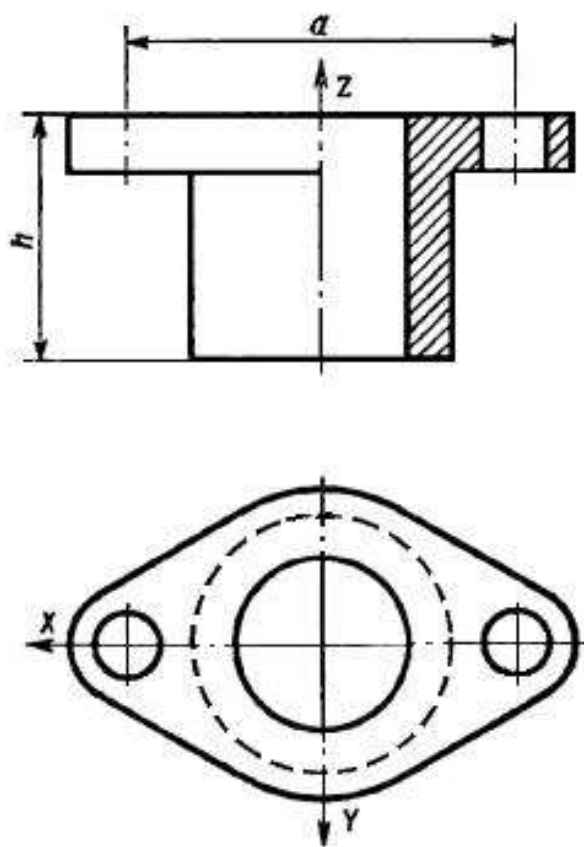

Рисунок 6. Чертёж крышки сальника.
**Последовательность построений**, которые необходимо выполнить для получения прямоугольной аксонометрической проекции крышки сальника, изображенного на рис. 6: